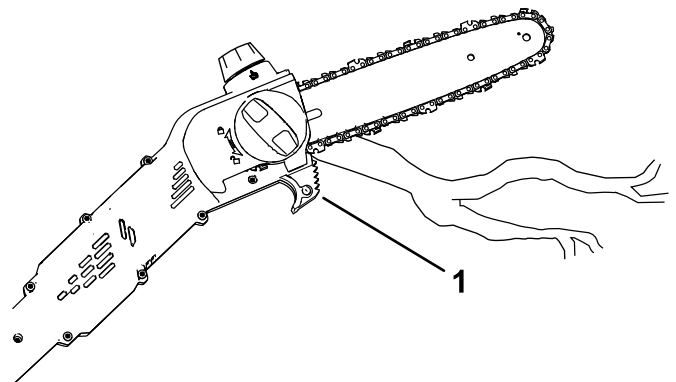

Figura 13
5. Corte con la rama cerca de la parte trasera de la espada, cerca de la guía de corte; presione la cadena de la sierra ligeramente contra la madera y deje que el peso de la sierra de pértiga dirija el corte (Figura 13).